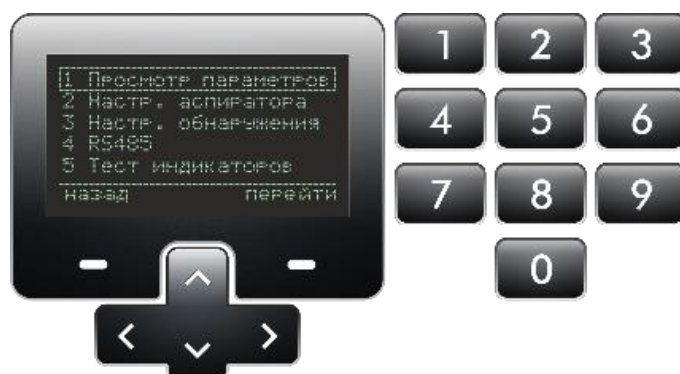

Рисунок 1 – Органы управления
6.1 Управление работой извещателя и настройка параметров осуществляется с помощью экрана, клавиш навигации, выбора и цифровой клавиатуры (рисунок.1).